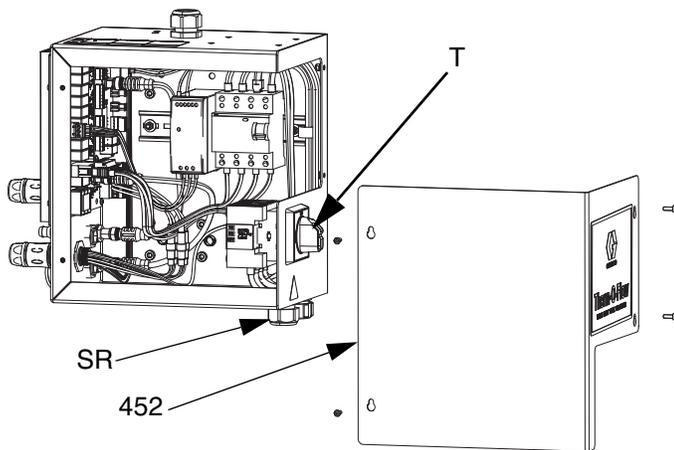

図 9
3. ネジを緩め、加熱制御ボックス (S) のカバー (452) を外します。図 9、ページ 24 を参照してください。
4. 加熱制御ボックス (S) からネジ (433) とカバー (457) を外します。